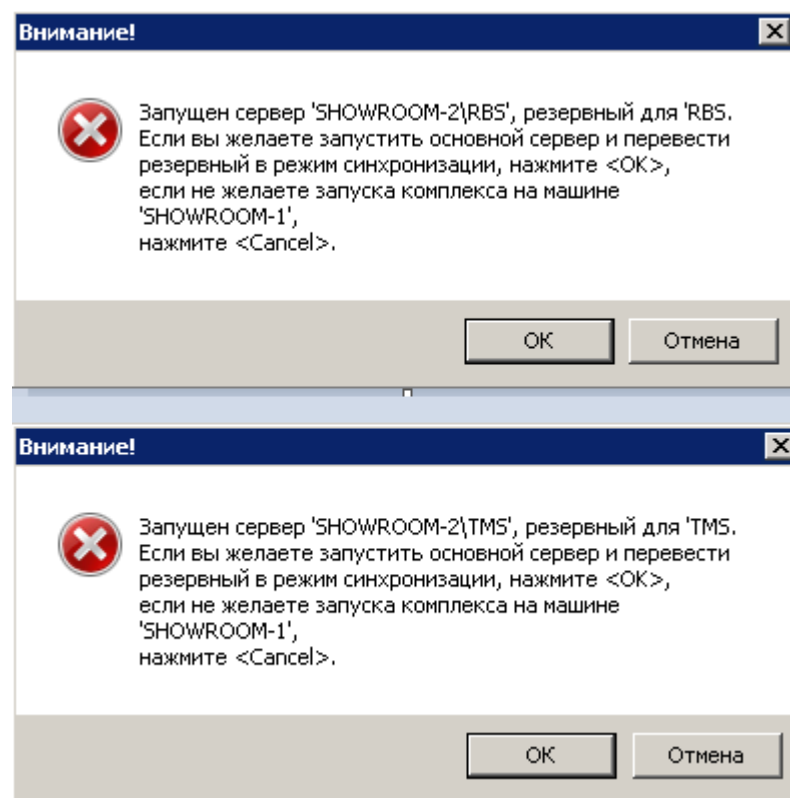

Рис. 16.5 Запрос на переход с резервного сервера на основной
- 5) Запустить задачу s_setup.exe на основном сервере. Последовательно, кнопками  (Остановить) и  (Запустить) активировать процесс перезапуска основного сервера и в процессе его старта подтвердить переход с резервного сервера на основной для сервера статических данных и сервера динамических данных (на Рис. 16.5 это – RBS и TMS).